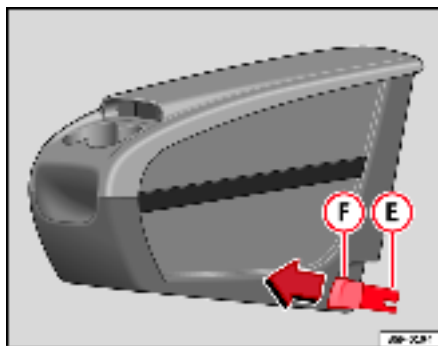
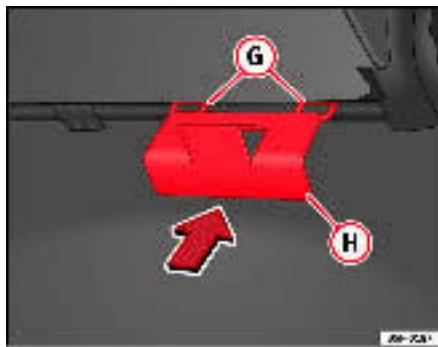

Fig. 111 Rangement mobile. Montage
Fig. 112 Plaque de fixation du rangement mobile
- Placez depuis l'intérieur du véhicule la plaque de fixation **(H)** ⇒ fig. 112 du rangement mobile par la partie arrière du dossier. Elle doit être située entre le dossier et le coussin, dans la zone de la place centrale.
- Mettez face à face les deux pièces de fixation **(E)** ⇒ page 148, fig. 111, avec les deux anneaux de fixation **(G)** ⇒ page 148, fig. 112 et appuyez fortement jusqu'à ce que les deux pinces s'enclenchent totalement dans les anneaux.
- Tirez sur chacun des boutons ⇒ page 148, fig. 111 **(F)** des pinces (boutons rouges) vers l'avant, jusqu'à entendre leur déclipsage.